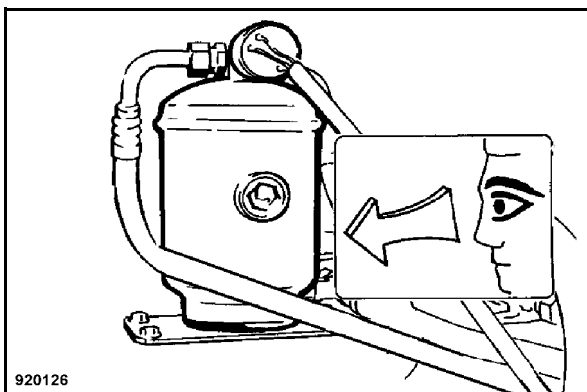

Fig. 160
- Vérifier si le dessicateur (Fig. 160) présente des défauts mécaniques ou des traces de rouille.